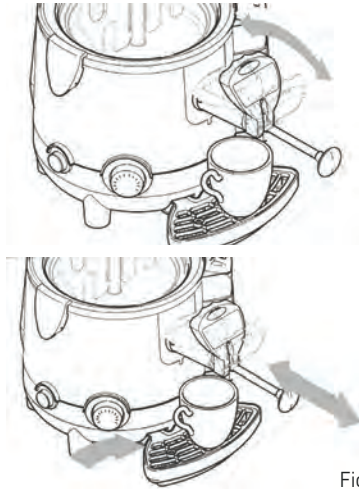

Fig. 1
- Wenn die heiße Schokolade zu langsam vergossen wird, dann wird ein maximales Ausschwenken des Hebels empfohlen; um die Rückstände im Spender zu beseitigen, muss man mehrfach am Hebel ziehen und ihn zu sich bzw. von sich weg stoßen, ohne dass das Gerät ausgeschaltet wird (Siehe: Abb. 1).
**⚠ Hinweis! Verbrennungsgefahr! Während des Funktionsbetriebes des Gerätes darf man weder die Abdeckung des Gefäßes (1) noch das Gefäß (2) berühren, da sie sehr heiß sind. Die Abdeckung des Gefäßes (1) muss man immer am Haltegriff anheben.**